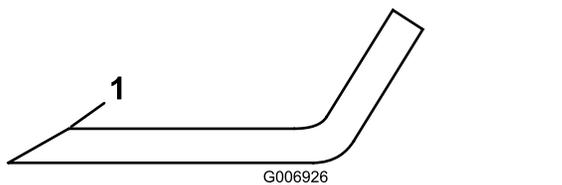

Bild 72
- Untersuchen Sie die Schnittkanten aller Messer. Wenn sie stumpf sind oder Kerben aufweisen, schärfen Sie nur die Oberseite der Schnittkanten und behalten dabei den ursprünglichen Schnittwinkel bei, um die Schärfe des Messers zu gewährleisten (Bild 72).